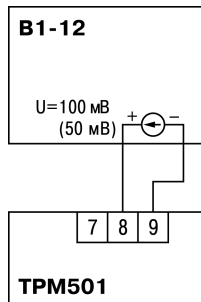

Рисунок 8.4 – Схема подключения
1. Подключить ко входу (клеммы 7 – 9, см. *рисунок 8.4*) прибора вместо датчика дифференциальный вольтметр В1-12, включенный в режиме калибратора напряжения.